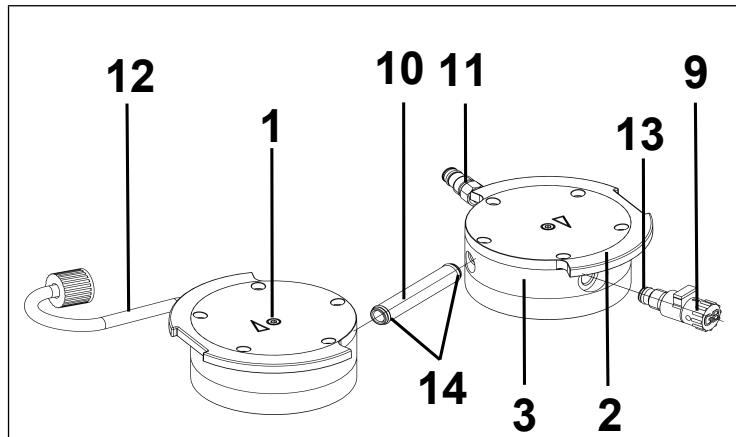

Fig.14: Sustitución de las juntas tóricas
2. Extraer el tubo de conexión (10/Fig. 14) de la tapa del cabezal (3).
- i** Las dos conexiones de manguera (11) y (12) permanecen montadas en las tapas del cabezal.
3. Sustituir las dos juntas tóricas (14) del tubo de conexión (10/Fig. 14).
4. Aflojar el tornillo con cabeza interior (1) de cada uno de los dos cabezales de la bomba.
5. Extraer las dos placas de presión (2) junto con los dos tornillos con cabeza interiores (1).
6. Desenroscar el lastre de gas (9/Fig. 14) de la tapa del cabezal (3).
7. Sustituir la junta tórica (13) del lastre de gas (9/Fig. 14).
8. Enroscar el lastre de gas (9/Fig. 14) hasta el tope en la tapa del cabezal (3) correspondiente. A continuación, girarlo de nuevo hacia atrás hasta que la superficie esté alineada hacia arriba.
**i** Las placas de válvula/juntas (4) de la bomba se sustituyen sucesivamente.
1. Separar la tapa del cabezal (3) de la placa intermedia (6).
2. Quitar las placas de válvula/juntas (4).
3. Limpiar con cuidado la placa intermedia (6) (si tiene suciedad acumulada).
4. Colocar las nuevas placas de válvula/juntas (4) en los asientos correspondientes de la placa intermedia (6).
6. Desechar adecuadamente las placas de válvula/juntas (4) reemplazadas.
7. Introducir el tubo de conexión (10/Fig. 14) de nuevo en la tapa del cabezal (3).